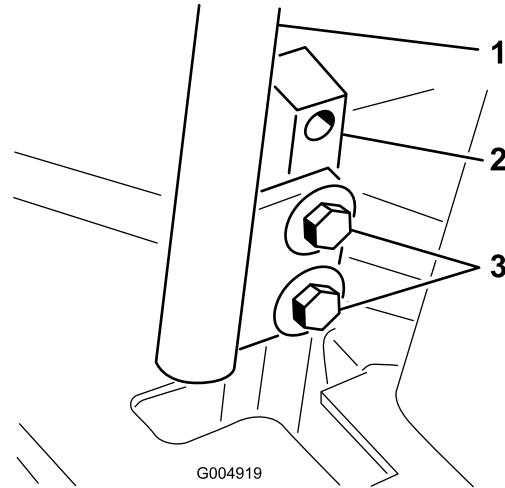

図 88
3. コントロールレバーを固定しているボルトをゆるめる(図 88)。